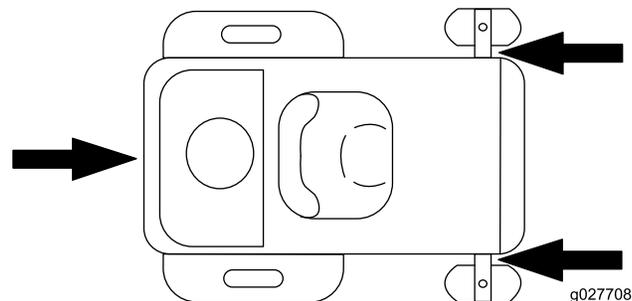

Figura 25
5. Prenda a máquina perto das rodas giratórias frontais e pára-choques traseiro (Figura 25).